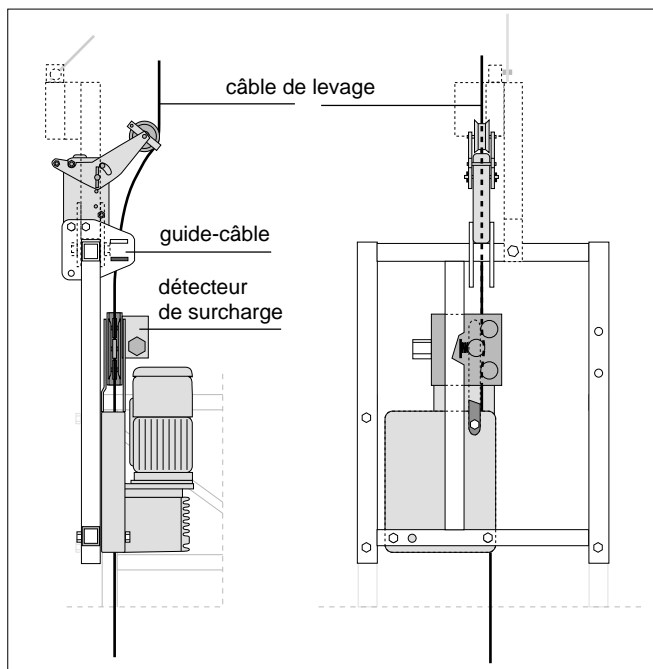

Fig. 1.28
a) . . . sur les étriers d'extrémité (Fig. 1.28)
- Passer le câble de levage (151) sur le galet du levier BLOCSTOP (109) et par le guide-câble.
- Pousser le bouton MONTEE (43) et continuer à pousser le câble à la main jusqu'à ce qu'il sorte du treuil par la buse en bas du carter.